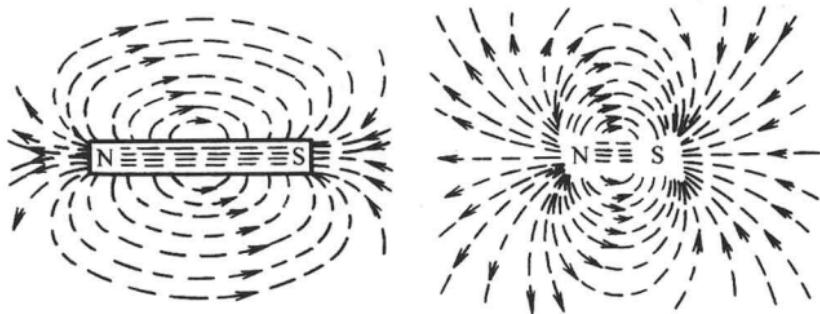

图 1-8 磁力线
(2) 磁力线：为了形象地描述磁场的强弱和方向，科学家虚构出一组曲线，叫做磁力线，如图 1-8 所示。